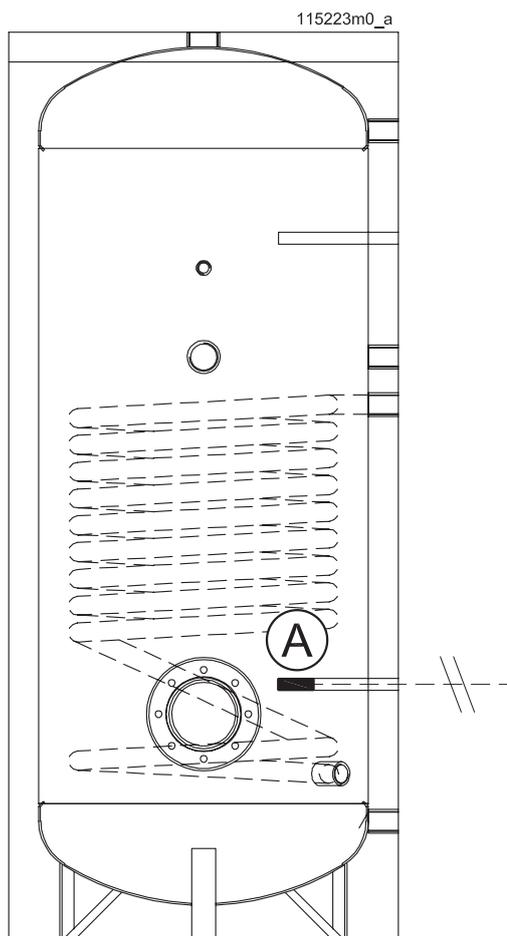

Figura 10 - Posizionamento sonde in BP /1
- Inserire la sonda boiler (da caldaia) nel pozzetto "A" (vedi figura 10).